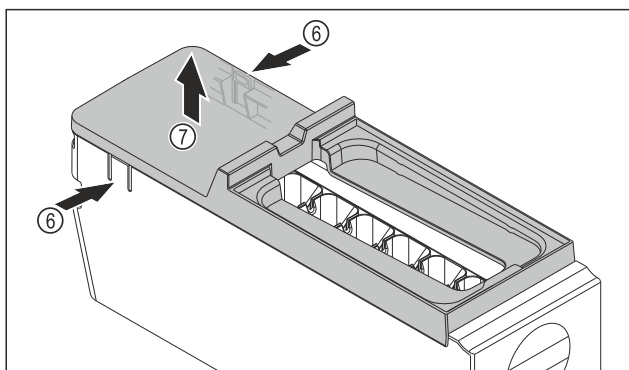

Fig. 105
- Abdeckung des EasyTwist-Ice-Korpus entnehmen: Laschen Fig. 105 (6) an den beiden Seiten des EasyTwist-Ice-Korpus mit einer Hand drücken.
- Abdeckung Fig. 105 (7) mit der anderen Hand nach oben entnehmen.